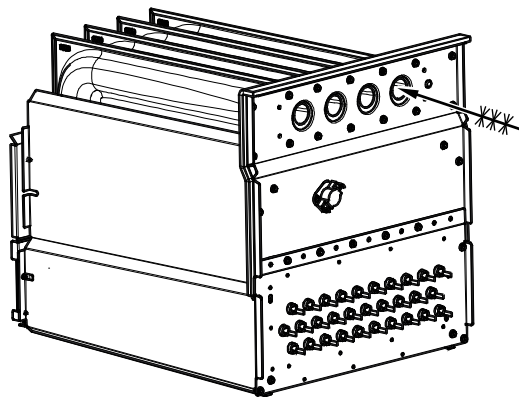

Fig. 71: Limpieza de la celda del intercambiador de calor A11273
7. Limpie las aberturas del intercambiador de calor con un cepillo blando y una aspiradora. Consulte la Fig. 71.